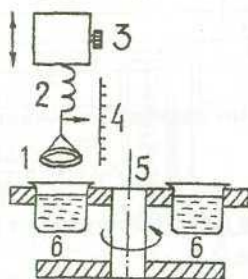

Рис. 6.
**Опис установки.** На рис. 6 зображена установка для визначення коефіцієнта поверхневого натягу рідин методом відривання кільця. Алюмінієве кільце 1 підвішене до мілідинамометра 2. За допомогою гвинта 3 кільце можна опускати і піднімати по вертикалі. Відлік сили виконують за шкалою 4, проградуєваною в міліньютонках. На поворотному столику 5 закріплені посудини 6 із досліджуваними рідинами.